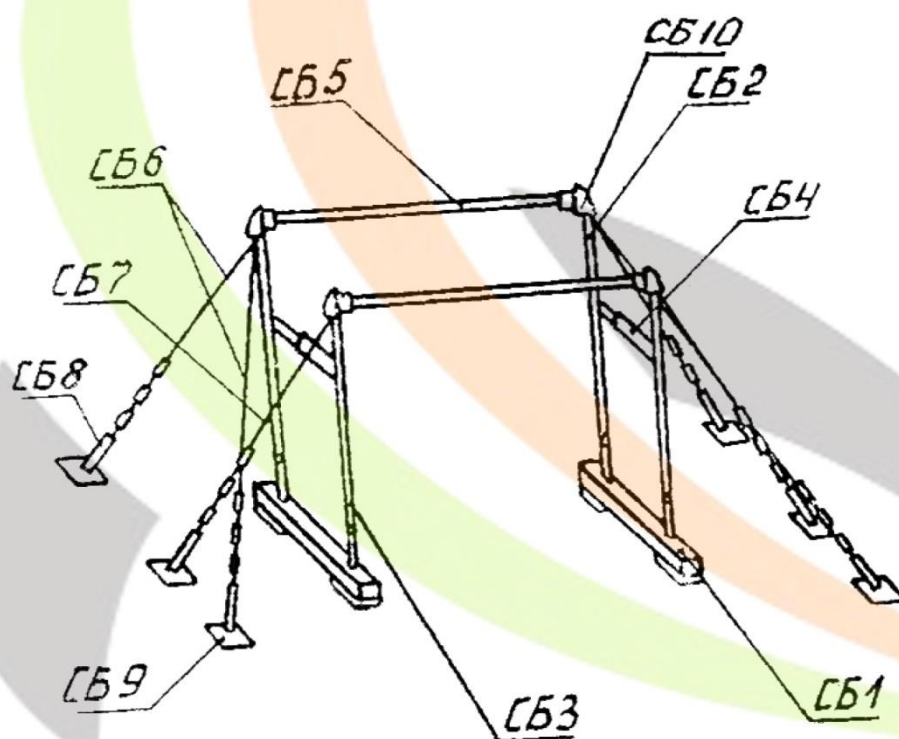

Рис. 1
1. Изделие состоит (см. рис. 1) из следующих основных частей: основания – СБ-1; стоек высоких - СБ-2; стоек низких - СБ-3; механизмов разведения жердей - СБ-4; жердей - СБ-5; растяжек больших - СБ-6; растяжек малых - СБ-7; талрепа - СБ-8; креплений к полу - СБ-9; головок - СБ-10.